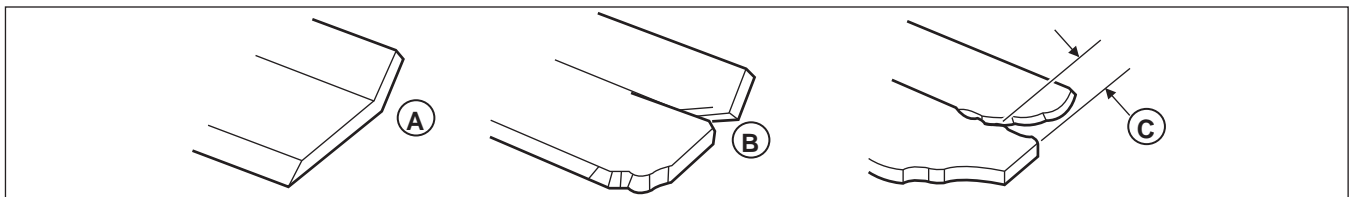

Figura 28. Inspección de los elevadores por aire de las cuchillas del cortacésped
- B.) Los elevadores por aire están excesivamente erosionados (B y C, Figura 28) y la ranura (C) está a 0.25" (6.35 mm) de profundidad o más.